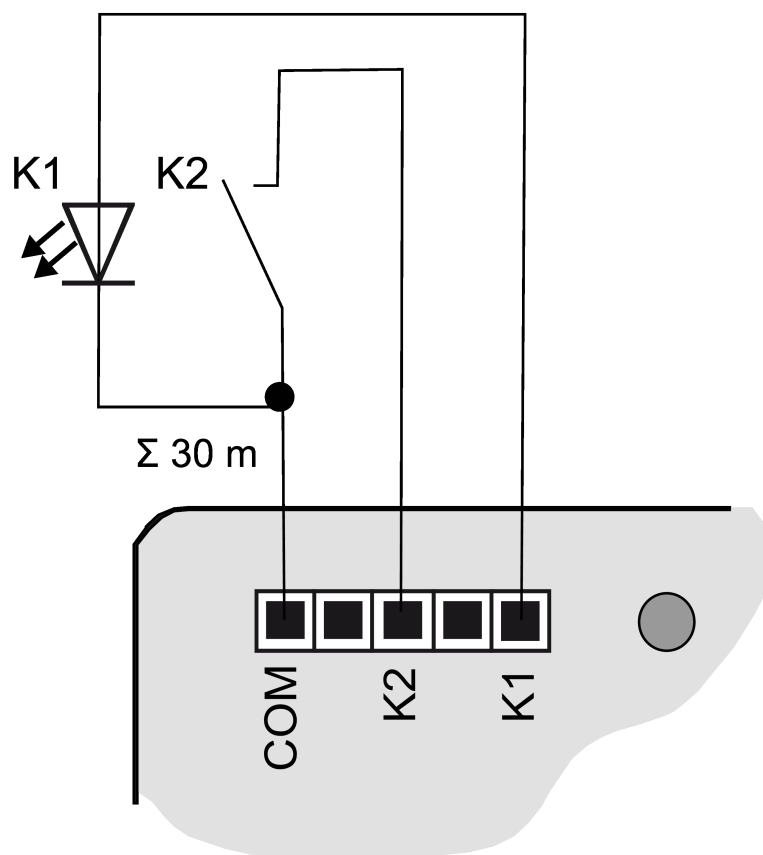
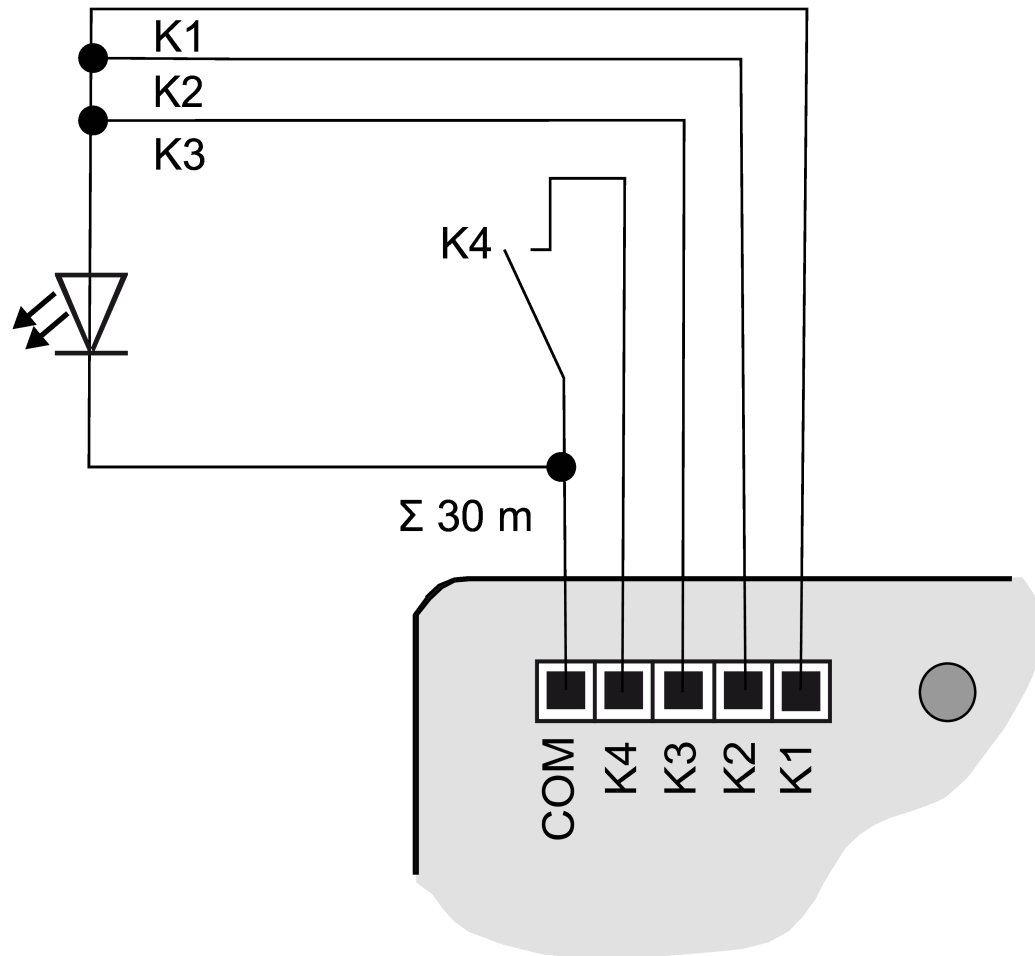

Bild 6: Anschlussbeispiel Tasterschnittstelle 2fach
Bild 9: Anschlussbeispiel mit parallelgeschalteten Ausgängen
- Taster, Schalter, Kontakte, LED oder NTC gemäß Anschlussbeispiele mit beigelegten Anschlussleitungen (4) anschließen (siehe Bild 6) bis (siehe Bild 9). Die Anschlussbeispiele zeigen die Verwendung mit Eingängen und Ausgängen.
- i** Zur Erhöhung des Ausgangsstroms können Ausgänge bei gleicher Parametrierung auch parallel geschaltet werden, im Beispiel (siehe Bild 9) **K1-K3** sind hier parallel geschaltet.